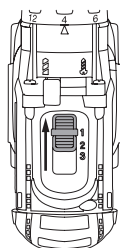

Fig. C5.02
- Impostare la velocità su "Livello 1". (Fig. C5.02)